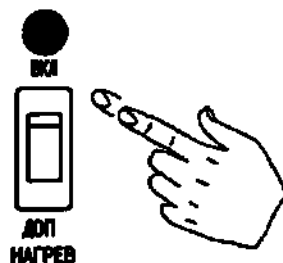

Рисунок 29
1.5.9 Для подключения дополнительного нагревателя к системе управления температурой необходимо установить выключатель **ДОП. НАГРЕВ.** в положение **ВКЛ** (рисунок 29). При поступлении команды от системы управления на включение нагревателей индикатор дополнительного нагревателя будет включаться одновременно с индикатором **НАГРЕВАТЕЛЬ ВКЛЮЧЕН**. Применяется для ускорения прогрева и при низкой температуре окружающей среды.